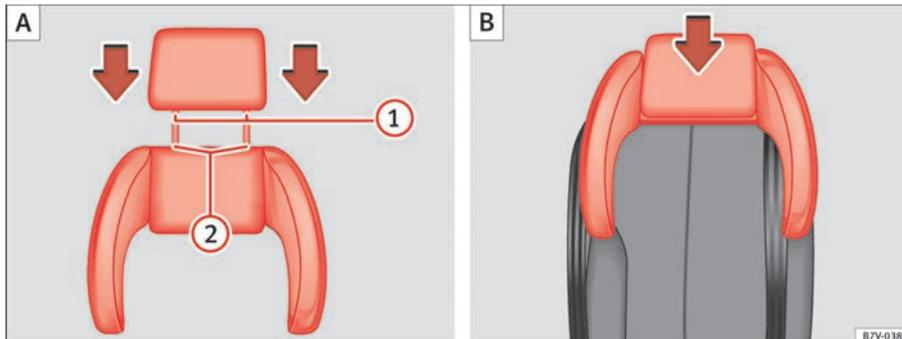

Abb. 31 Integrierter Kindersitz: Kopfstütze auf die seitliche Kopfstütze aufstecken (A) und einbauen (B).
- Führungsstangen ⇒ Seite 53, Abb. 31 **1** der Kopfstütze von oben durch die Öffnungen in der seitlichen Kopfstütze ⇒ Seite 53, Abb. 31 **2** stecken.
- Kopfstütze zusammen mit der seitlichen Kopfstütze in die Führungen der entsprechenden Sitzlehne stecken ⇒ Seite 53, Abb. 31 **B**.